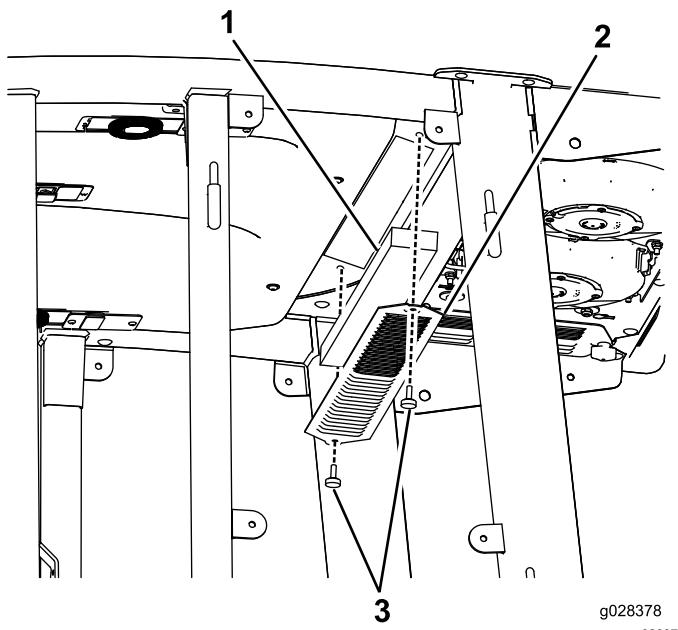
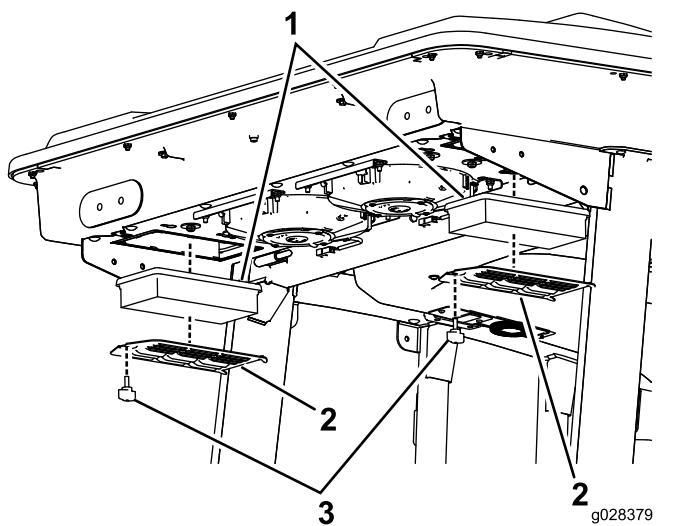
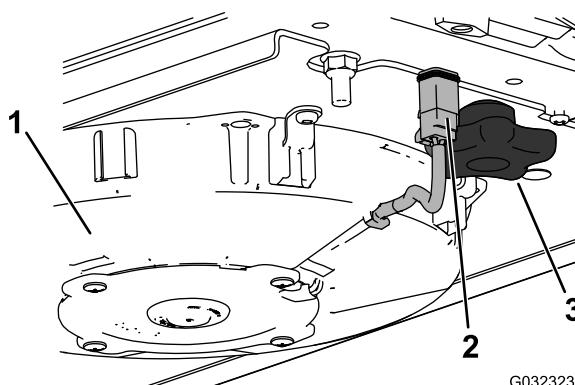
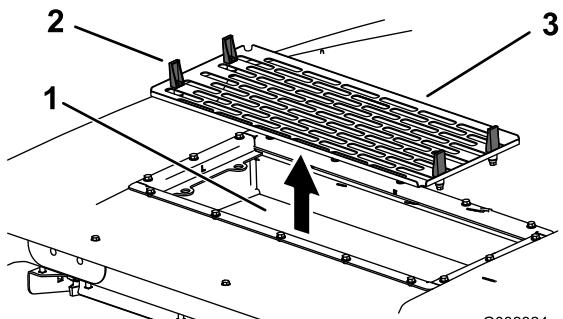

Figura 115
Figura 116
Figura 117
Figura 118
1. Remova os parafusos e as grelhas dos filtros de ar interior e traseiro da cabina (Figura 115 e Figura 116).
5. Retire os filtros de ar (Figura 116).
7. Instale os filtros de ar, painel e conjunto da ventoinha (Figura 116, Figura 117 e Figura 118).
8. Ligue o fio de cada uma das ventoinhas (Figura 117).